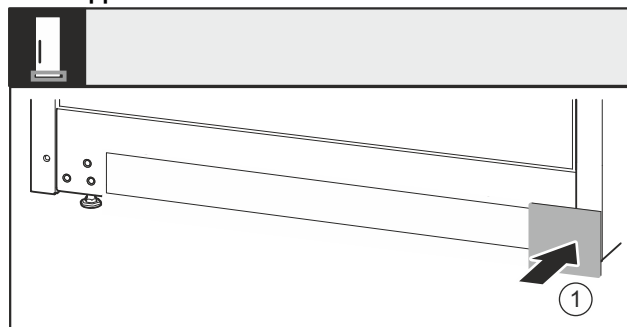

Fig. 38
- Afdekking Fig. 38 (1) van de andere zijde weer er in steken.